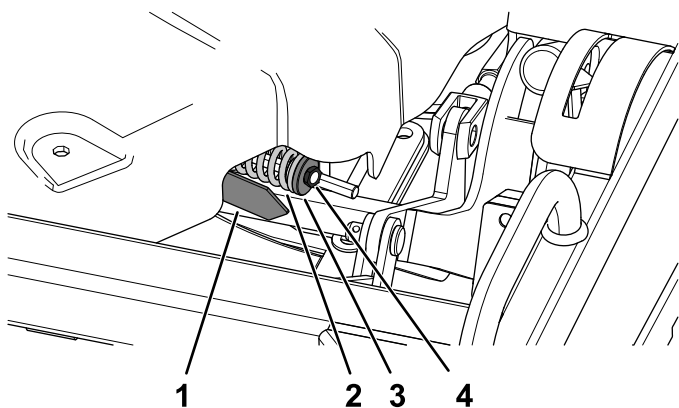

Рисунок 132
4. Ослабьте или затяните контргайку так, чтобы стрелка индикатора натяжения была на одном уровне с наружной поверхностью шайбы (Рисунок 132).